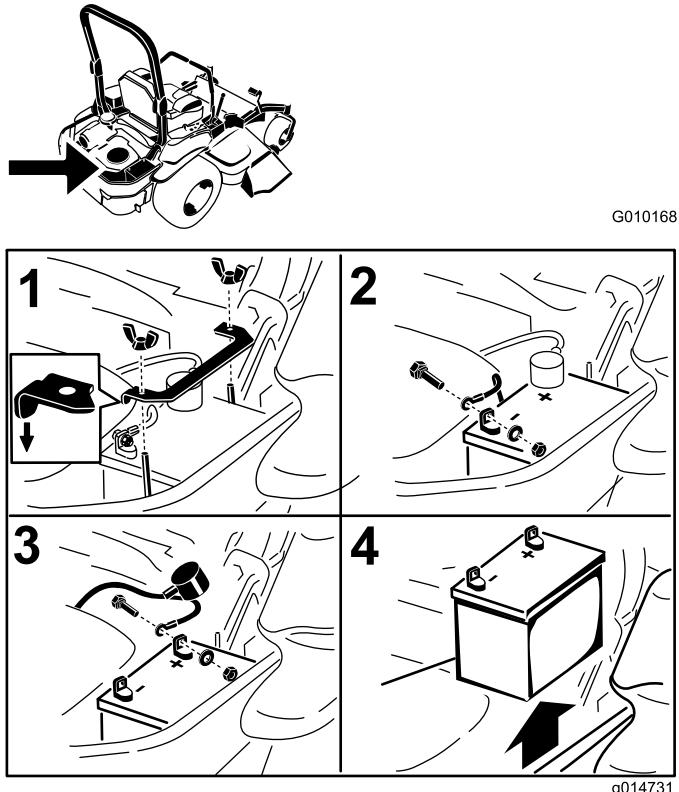

Figura 58
3. Scollegate prima il cavo negativo della batteria (nero) dal morsetto negativo (-)(nero) della batteria (Figura 58).
- Sfilate la guaina rossa dal morsetto positivo (rosso) della batteria e togliete il cavo positivo (+)(rosso) della batteria (Figura 58).
- Togliete il dado ad alette che fissa la fascetta della batteria (Figura 58).
- Togliete la fascetta (Figura 58).
- Posizionate la batteria nel vassoio, con i poli in posizione opposta al serbatoio idraulico (Figura 58).
- Fissate i cavi con 2 bulloni, 2 rondelle e 2 dadi di bloccaggio (Figura 58).
- Montate la fascetta e fissatela con il dado ad alette (Figura 58).